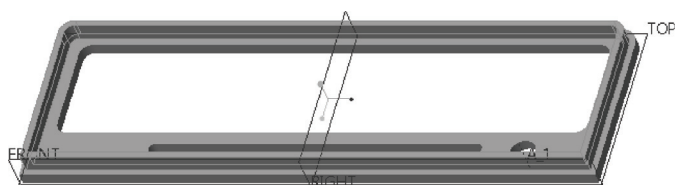

图 12-40 创建拉伸加厚特征
7) 单击“拉伸”选项卡中的 (完成) 按钮, 完成该拉伸加厚特征的效果如图 12-40 所示。